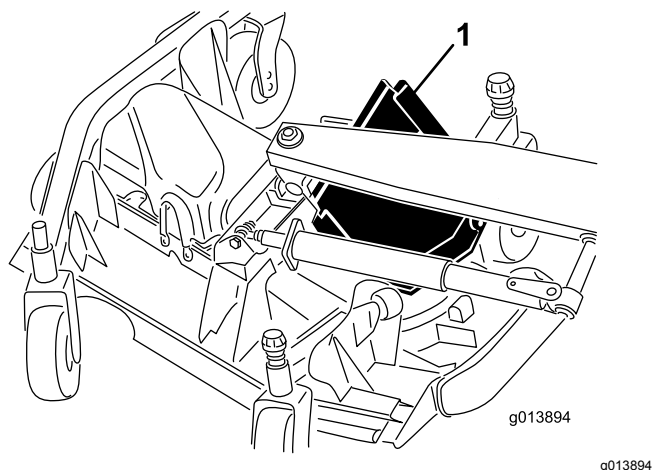

Figura 68
6. Sollevare il bordo anteriore e guidarlo tra il braccio di sollevamento e il rullo per rimuoverlo (Figura 68).